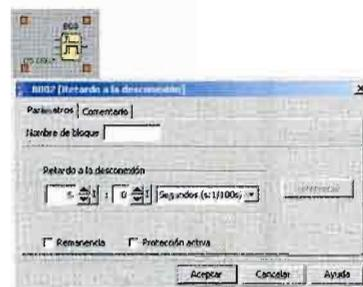

Fig. 3.16.
4. *Parametriza* y comenta los bloques en función de las características de cada uno (interruptor, pulsador, horas de funcionamiento, días, semanas, etc.). (Fig. 3.16.)